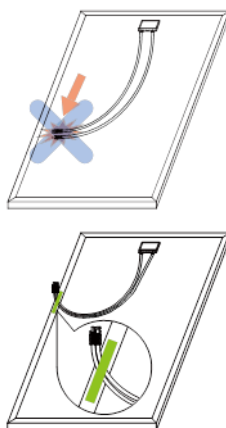

Abbildung 4. Befestigung von Kabeln und Anschlüssen
- Zur Vermeidung einer Beschädigung der Rückseitenfolie durch den Anschluss empfiehlt es sich, die Kabel nach dem Auspacken mit Klebeband am Rahmen befestigen (siehe Abbildung 4).